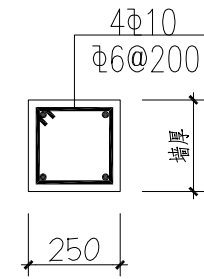

图4a 构造柱配筋大样
(2) 隔断墙(隔墙顶部为自由端,与混凝土梁和板无连接)的长度大于3m时,中部宜设置构造柱,构造柱间距不大于10倍墙厚和2.5m,隔断墙墙高超过2.5m时,需专门设计。
(3) 当隔墙端部无主体结构或垂直墙体与之拉结时,端部应设置构造柱,构造柱间距尚不宜大于层高和4m。
(4) 当门窗洞口宽度不小于2.0m时, 洞口两侧应设置构造柱。
15.6.2 构造柱截面尺寸为墙厚 $\times$ 200mm,配筋详图4a。